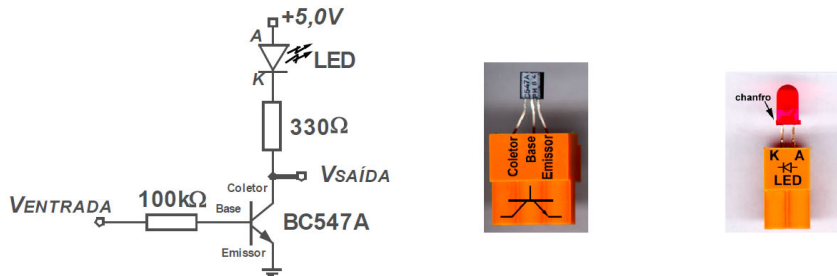

Figura 6: Montagem Transistor como Chave
3.1 Monte o circuito da figura 6